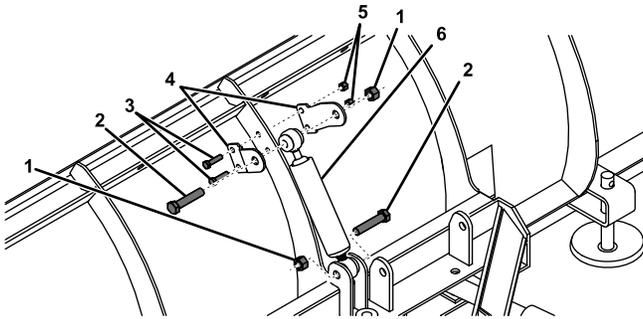

Bild 6
4. Haben Sie einen Super-Duty-Schneepflug, befestigen Sie das Ende des Stoßdämpfers mit einer Schraube ($\frac{5}{8}$ " x 3") und einer Sicherungsmutter am Schubrahmen, wie in **Bild 6** abgebildet.
- Befestigen Sie die Schardämpferbefestigung mit einer Schraube (5/8") und einer Sicherungsmutter oben am Stoßdämpfer, wie in **Bild 6** abgebildet.
- Schieben Sie die Dämpferbefestigung des Schneeschilds auf die mittlere Rippe des Schneeschilds und befestigen sie mit zwei Schrauben (3/8" x 1 1/2") und Sicherungsmuttern (**Bild 6**).
- Fahren Sie den Stoßdämpfer aus, sodass 6 mm der Stange sichtbar sind (**Bild 6**).